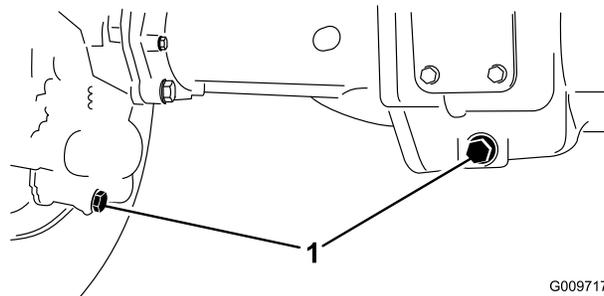

Figura 67
- Limpe a zona em redor dos (3) tampões de escoamento, (1) em cada extremidade e (1) no centro (Figura 67).